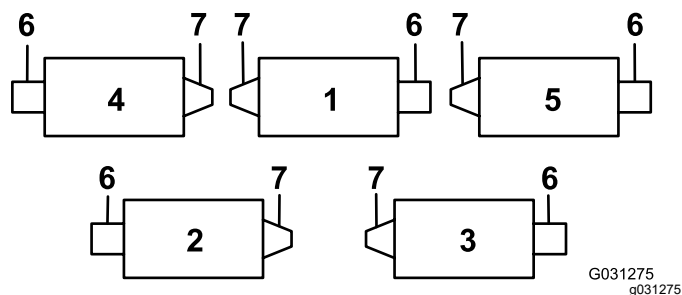
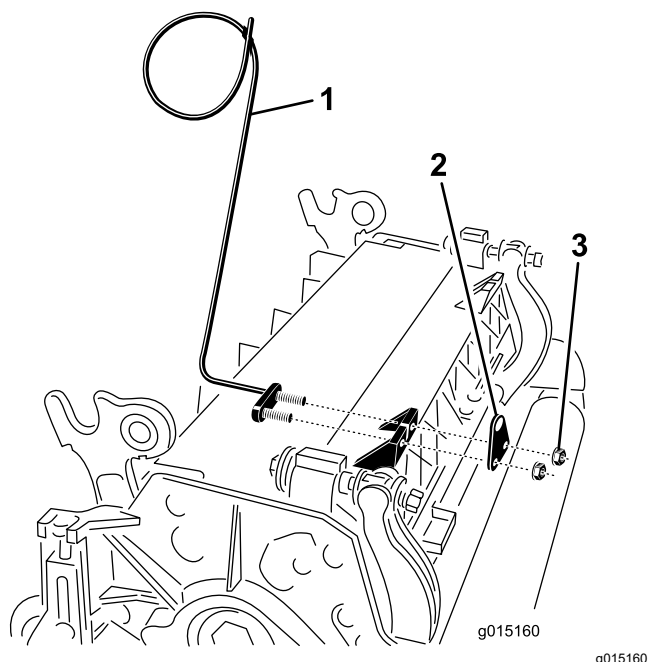
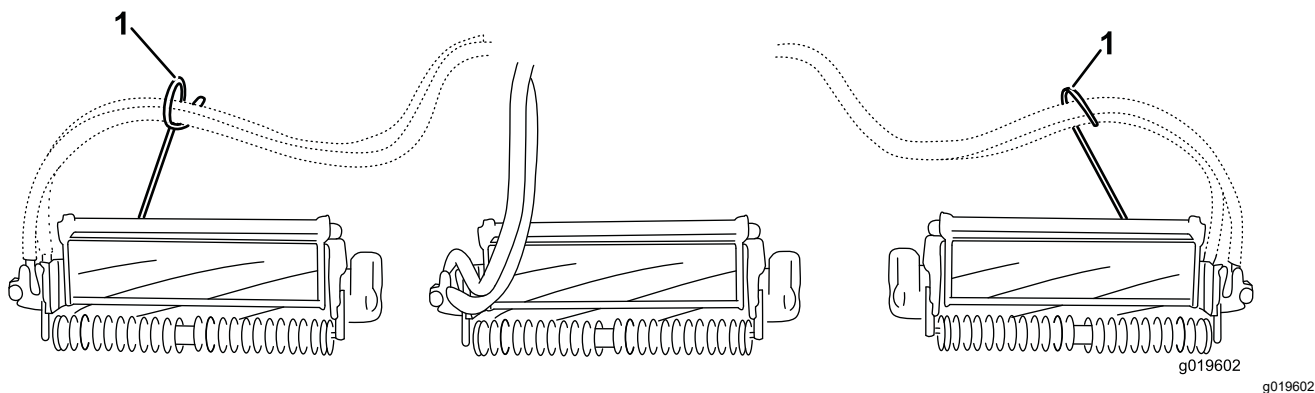

Рисунок 6
Рисунок 7
Рисунок 8
6. На режущем блоке № 4 (левом переднем) и № 5 (правом переднем) прикрепите направляющие шлангов к передней части выступов режущих блоков с помощью крепежных гаек кронштейна штока. Направляющие шлангов должны быть наклонены в сторону центрального режущего блока (Рисунок 6, Рисунок 7, Рисунок 8).